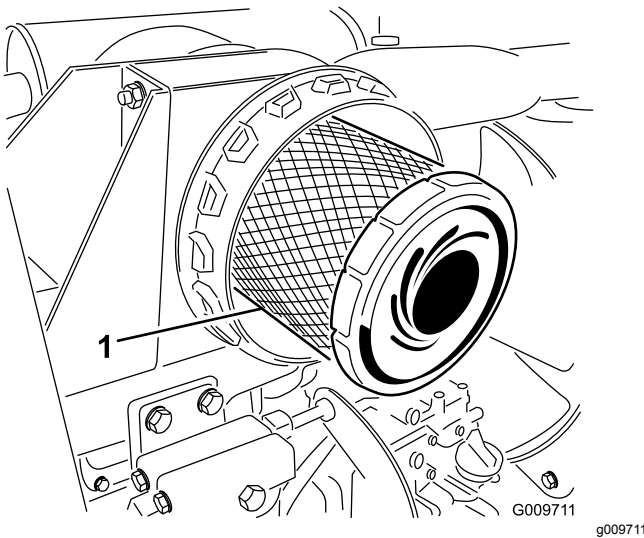

Bild 27
3. Entfernen und wechseln Sie den Hauptfilter aus (Bild 27).